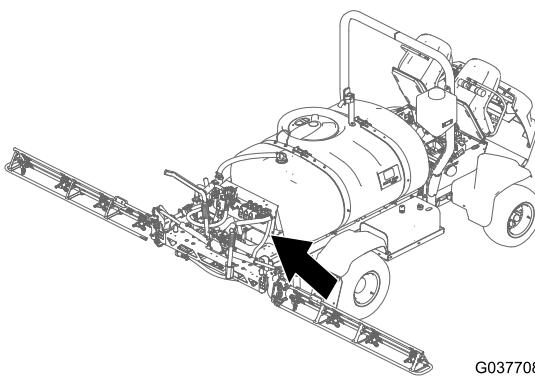
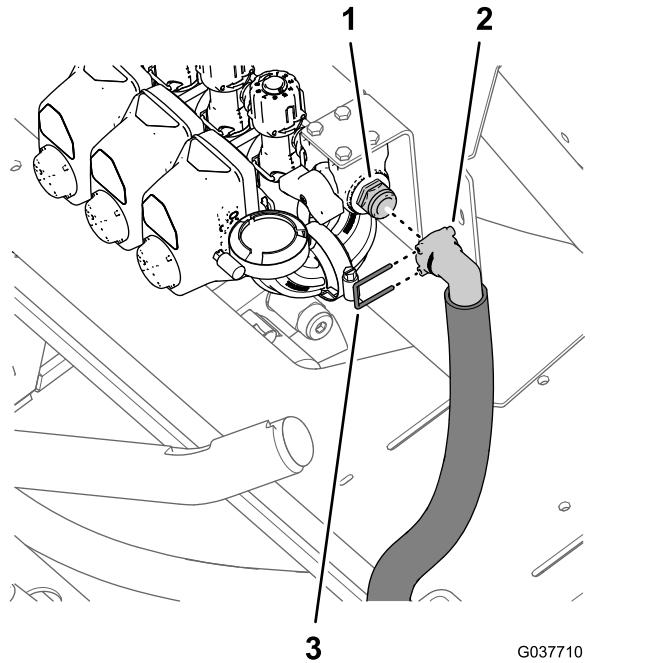

Figura 77
Figura 78
- Monte a união estriada a 90° do tubo de distribuição (2,5 x 64 cm) na união de ligação rápida na válvula de corte da distribuição (Figura 77 e Figura 78).
- Prenda a união estriada de 90° na união de ligação rápida com o retentor que foi fornecido com o conjunto do tubo de distribuição e de drenagem (Figura 78).